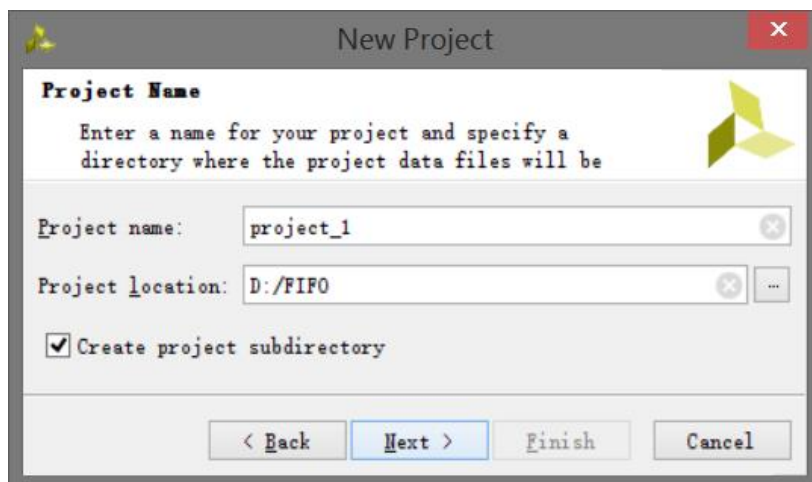

图 5-1-15 项目名称和位置输入
(1) 打开 Vivado，选择开始>所有程序>Xilinx Design Tools> Vivado2013.4> Vivado2013.4;
(2) 单击创建新项目 Create New Project 启动向导。你将看到创建一个新的 Vivado 项目对话框如图 5-1-15 所示，单击 Next;